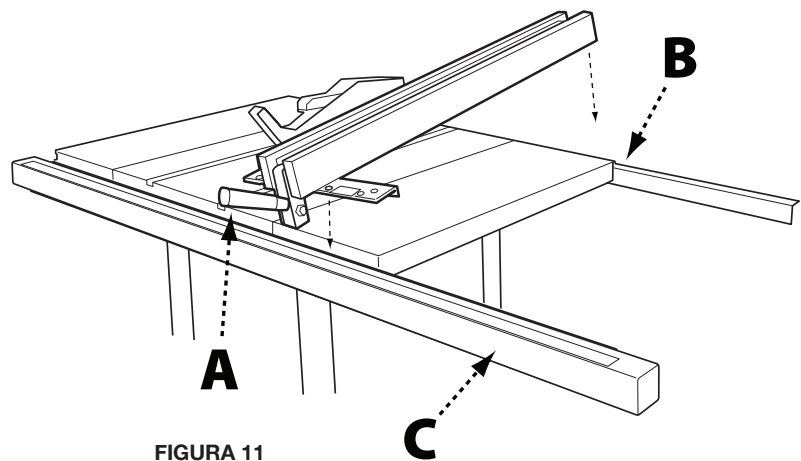

FIGURA 11
1. Coloque la guía en el tubo de guía, levante la palanca de fijación de la guía (A) y lleve la guía hasta el perfil trasero (B) tal y como muestra la Figura 11.
2. Presione suavemente la guía en el tubo guía (C).